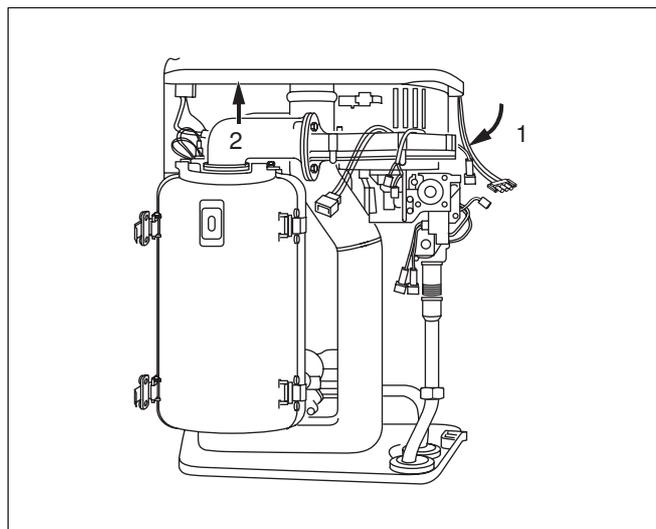

Abb. 36 Luftverbundeinheit entfernen
- Luftverbundeinheit "KombiVENT" nach vorn schwenken (Abb. 36, Pos. 1).
- Luftverbundeinheit "KombiVENT" aus dem Bajonettverschluss nach oben wegziehen (Abb. 36, Pos. 2) und nach vorne aus Gerät entfernen.